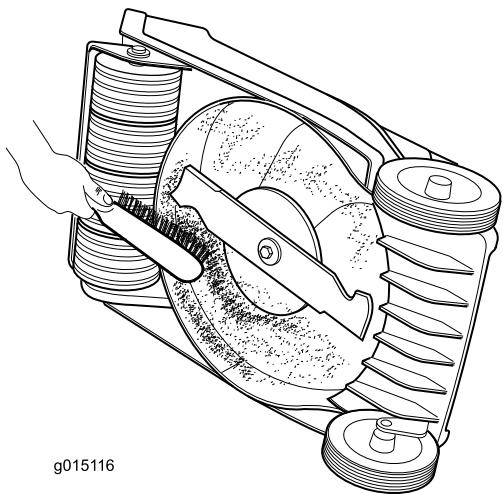

Bild 17
- Reinigen Sie die Unterseite des Mähwerkgehäuses. Entfernen Sie die Schmutz- und Schnittgutrückstände mit einem Hartholzsabber bzw. einer Bürste (Bild 17).